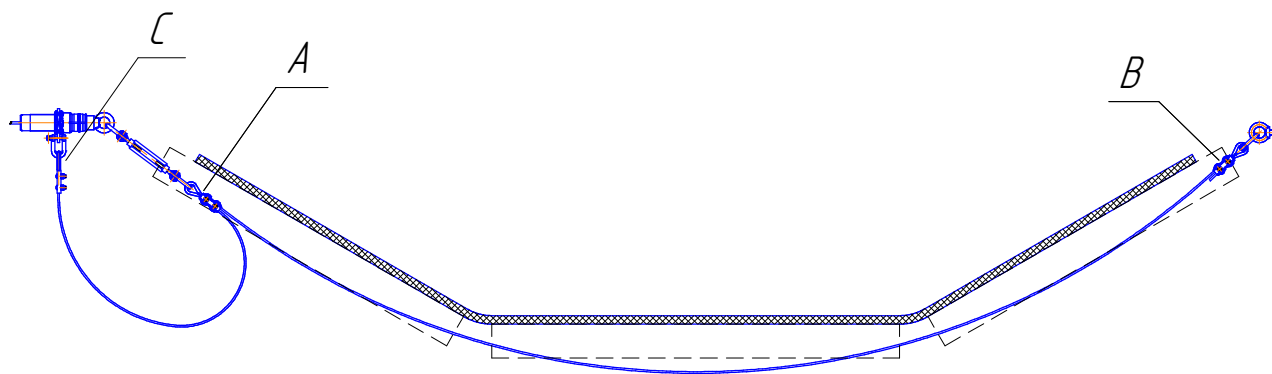

Рис. 2
2.3. Устройство монтируется на ставе конвейера, пример установки показан на Рис.2. К талрепу при помощи такелажной скобы присоединяется трос, натянутый под рабочей ветвью конвейера, перпендикулярно направлению движения ленты. При аварии (продольном разрыве) край разрыва ленты, выпирающий металлокорд или сыпавшийся груз оказывают воздействие на трос, создавая его избыточное натяжение, и приводя к выдёргиванию конуса поз.4 из цанги поз.2, что, в свою очередь, приводит к изменению состояния выхода датчика.
- Устройство с концом А троса и конец В рабочей части троса должны быть расположены так (см. Рис.2), чтобы в рабочем режиме конвейерная лента с грузом не касалась троса, а при аварии (продольном разрыве) край разрыва ленты, выпирающий металлокорд или сыпавшийся груз оказывали воздействие на трос, создавая его избыточное натяжение, и приводя к выдёргиванию конуса поз.4 из цанги поз.2.